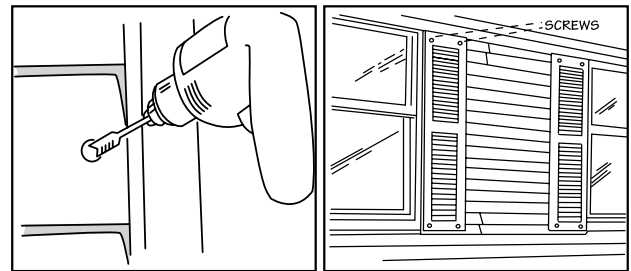

Figura 73
- Usando las marcas de los agujeros como guía, taladre agujeros de expansión por lo menos 1/4" (6.4 mm) más grandes que el diámetro del tornillo a través del revestimiento donde se ubicarán los tornillos de sujeción (Figura 73).